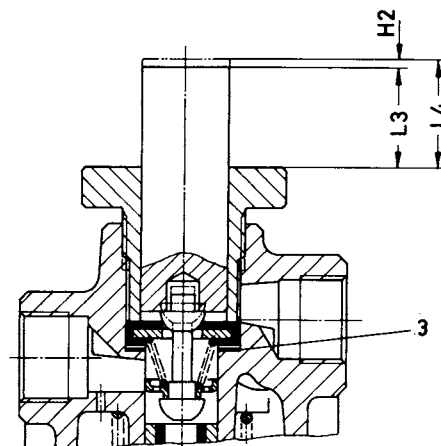

Abb. 5
b) Meßbuchse So.-Wzg. 020 mit Meßdorn, So.-Wzg. 023 ins Drucksicherungsrelais eindrehen und mit der Tiefenlehre das Maß L3 messen (siehe Abb. 5).
c) Über das Drehschieberventil den Geräteanschluß "ZB" mit vollem Prüfdruck belüften, dann das Maß L4 messen (siehe Abb. 5). Anschluß "ZB" über das Drehschieberventil entlüften.
d) Das sich aus $L4 - L3$ ergebende Maß darf den Ventilhub $H2 = 2,0$ bis $2,5$ mm nicht über- oder unterschreiten. Die genaue Einstellung des Hubes $H2$ erfolgt durch Dichtringe 897 040 100 4 (siehe Abb. 5).
e) So.-Wzg. 020 und 023 aus dem Gehäuse drehen, dann Verschlusskappe (5) mit Dichtring (6) und Druckfeder (4) eindrehen und festziehen.